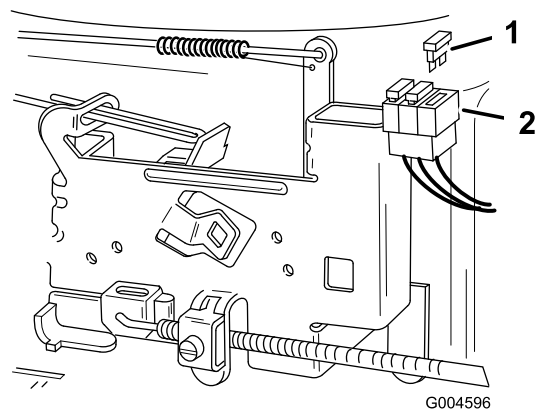

Bild 31
- Ziehen Sie die Sicherung nach oben (Bild 31), um sie aus der Fassung zu entfernen.